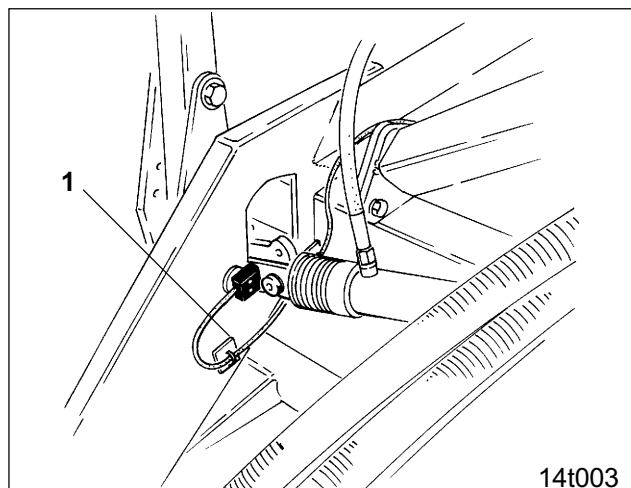

Fig. 26.5
- с маркерами от датчиков (Рис. 26.5/1) при смене маркеров;